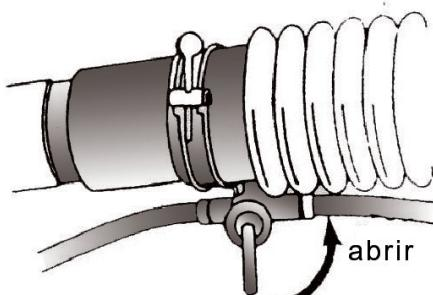

Fig. 7
a) Durant la pulvérisation , si vous devez ajouter du produit , il faut que le robinet (comme le montre la Fig. 7) soit fermé .Durant le poudrage, la valve de la poudre et le robinet d'essence doivent être dans la position la plus basse .S'il n'en est pas ainsi , vous perdrez du produit. Les produits chimiques en poudre peuvent facilement se transformer en un bloc compact , c'est pourquoi ils ne peuvent séjournner trop longtemps dans le réservoir.